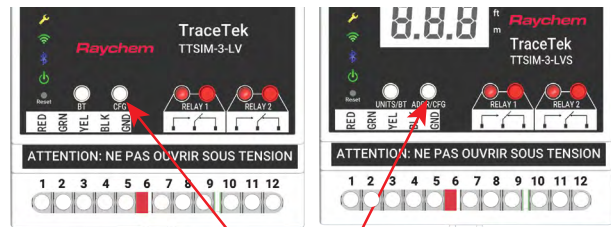

Abbildung 7a: Konfigurationstaste
- Drücken Sie die Konfigurationstaste des TTSIM-3/4 für 3 Sekunden, wie in Abbildung 7a dargestellt (bei Varianten mit LCD-Anzeige erscheint CFG). Während dieses Vorgangs blinken die Bluetooth-, WiFi-, Service- und Leak-LEDs gleichzeitig.